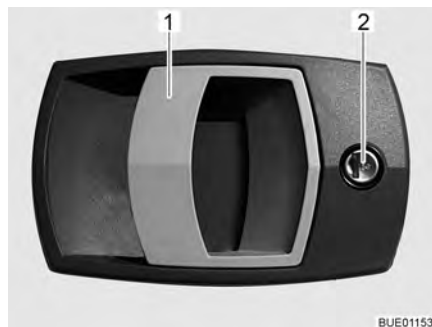

Fig. 29 Serratura della porta di ingresso, lato esterno
- Inserire la chiave nel cilindro della serratura (Fig. 29,2) e ruotare fino a quando la serratura della porta si sblocca.
- Tirare la maniglia della porta (Fig. 29,1). La porta è aperta.
- Inserire la chiave nel cilindro della serratura (Fig. 29,2) e ruotare fino a quando la serratura della porta si blocca.